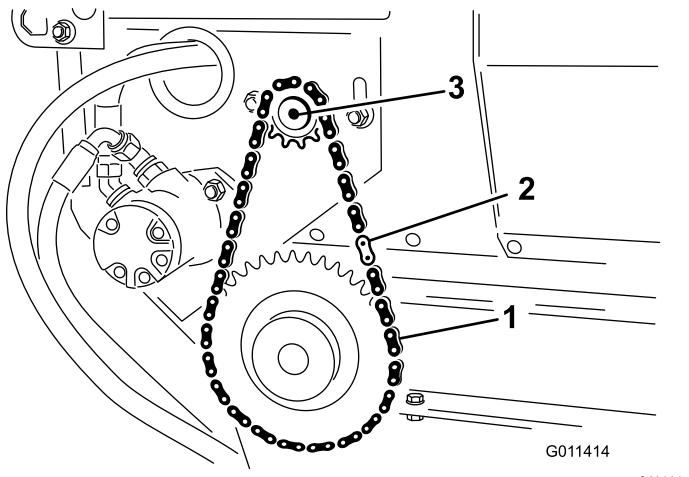

Figura 30
2. Rimuovete la falsamaglia dalla cinghia e la cinghia dalla ruota dentata minore (Figura 30).